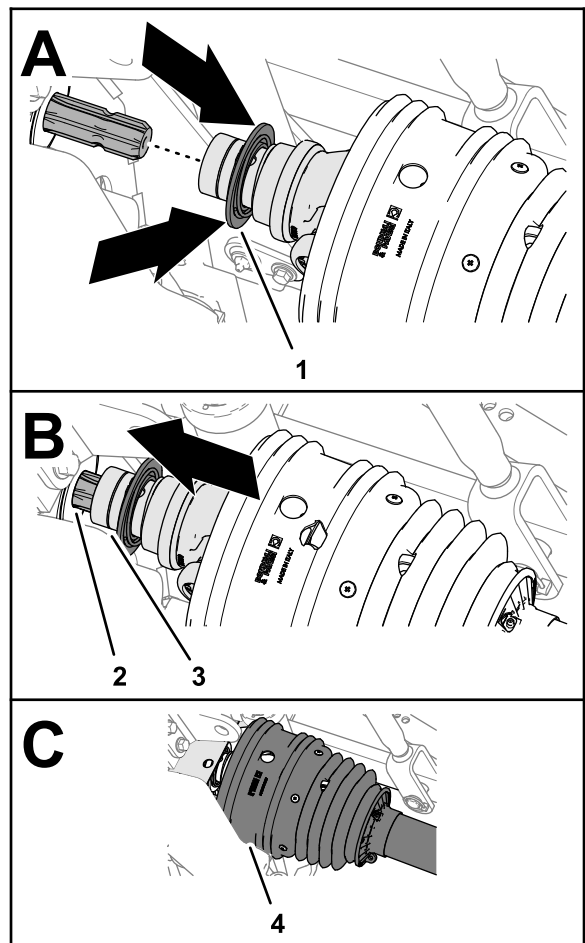

Figura 31
2. Tirate indietro il collare di bloccaggio del giunto ad innesto rapido (Figura 31).
3. Tirando indietro il collare di bloccaggio, spingete in avanti la forcina dell'albero di trasmissione della PDF e infilate la cavità del giunto sulle scanalature dell'albero di uscita della PDF (Figura 31).
5. Assicuratevi che il carter sia posizionato sulla forcina dell'albero di trasmissione (Figura 31).